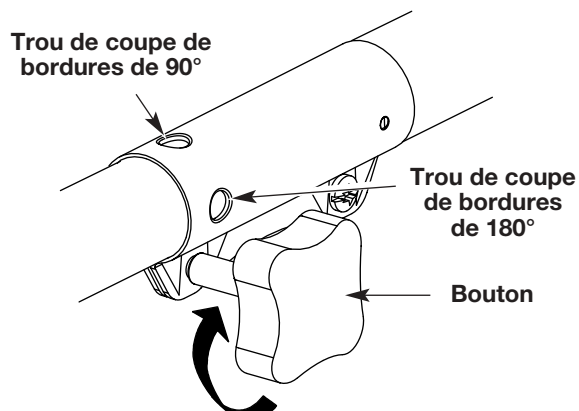

Fig. 8
3. Enfoncez complètement la poire d'amorçage et relâchez-la lentement 5 à 7 fois de suite. Vous devriez voir du carburant dans la poire (Fig. 8). Si vous ne voyez rien, appuyez trois (3) fois de plus ou jusqu'à ce que le carburant apparaisse.
3. Serrez le bouton en le tournant à droite (Fig. 8).
Pour couper les bordures à l'aide de la tête d'accessoire de coupe sur les modèle EZ-Link™MD, verrouillez le bouton de déclenchement de l'accessoire de coupe dans le **trou de 90° ou de 180°** (Fig. 8).